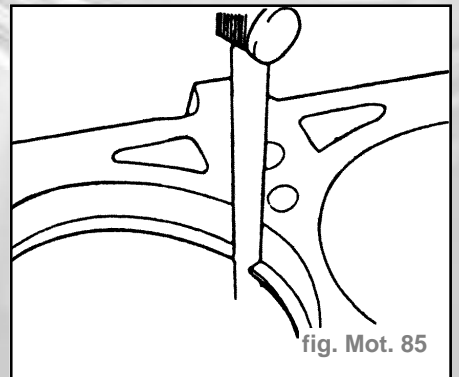

fig. Mot. 85
- Mesurer le jeu à la coupe (fig. Mot. 85).